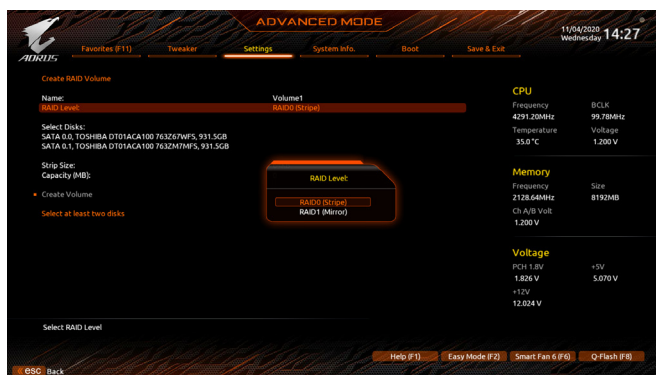

図 3
**Intel(R) Rapid Storage Technology** メニューにおいて、**Create RAID Volume** で <Enter> を押して **Create RAID Volume** 画面に入ります。Name の項目の下に 1~16 文字 (特殊文字は使用できません) のボリューム名を入力し、<Enter> を押します。次に、RAID レベルを選択します (図 3)。サポートされる RAID レベルには RAID 0、RAID 1、RAID 10、と RAID 5 が含まれています (使用可能な選択は取り付けられているハードドライブの数によって異なります)。次に、下矢印キーを用いて **Select Disks** に移動します。